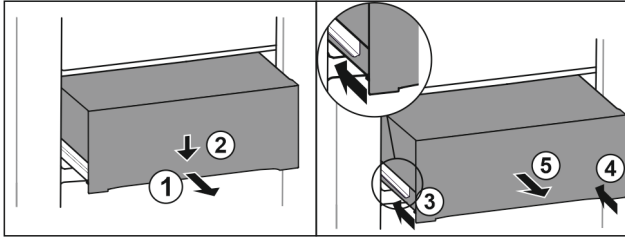

Fig. 141
- Schubfach halb herausziehen. Fig. 141 (1)
- Schubfach an der Vorderseite nach unten drücken. Fig. 141 (2)
- Linke Schiene etwa 2 cm einschieben. Fig. 141 (3)
- Rechte Schiene etwa 2 cm einschieben. Fig. 141 (4)
- Schubfach nach vorne entnehmen. Fig. 141 (5)